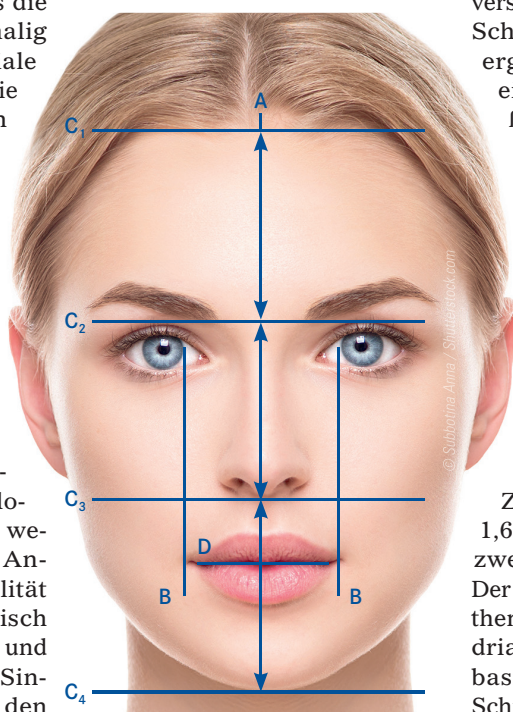

Abb. 11: Symmetrie.
Die Nase sollte nicht länger sein als der Abstand zwischen den Pupillen, und die Breite des Gesichtes sollte zwei Drittel der Gesichtslänge betragen. Tatsächlich zeigen psychologische Studien, dass eine stärkere Symmetrie einen positiven Einfluss auf die Attraktivität von Gesichtern bei Frauen und Männern hat. Manche glauben neben der Attraktivität an zahlreiche weitere Vorteile für Menschen mit symmetrischem Gesicht: Sie gehörten einer höheren sozialen Klasse an, fänden leichter Geschlechtspartner, und das andere Geschlecht sähe sie immer als gesünder an als die, die nicht so symmetrisch sind. Diese Argumentation machen sich nicht zuletzt auch zahlreiche Plastische Chirurgen zu eigen, und auch in den verschiedenen Fachbereichen der Zahnheilkunde spielt die Ästhetik eine maßgebliche Rolle. Die Mittellinie (A) teilt das Gesicht vertikal in zwei Hälften (Abb. 11). Idealerweise verläuft diese durch die Nasenspitze, die Mitte der Lippen und zwischen den mittleren Schneidezähnen. Die Pupillen (B) sollten vertikal mit den Mundwinkeln auf einer Linie liegen. Horizontal sollte das Gesicht in drei gleich hohe Ab-